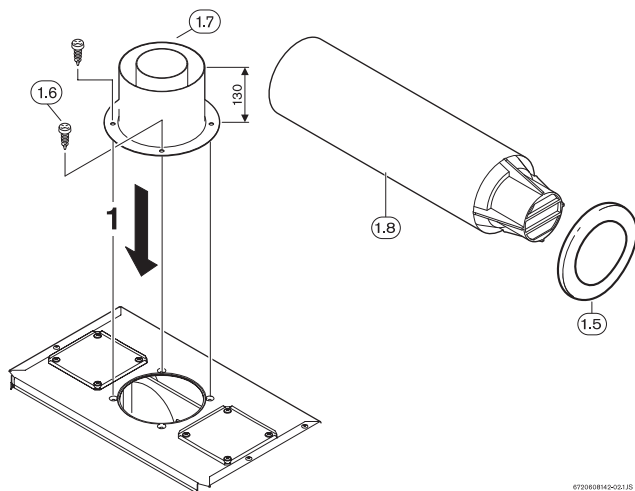

Fig. 8
3.3.1 Sistema di scarico fumi concentrico orizzontale, a parete, con accessorio AZ 361, AZ 362 (Fig. 5) o AZ 368 (Fig. 8 e 9).
Legenda da Fig. 8 e 9: